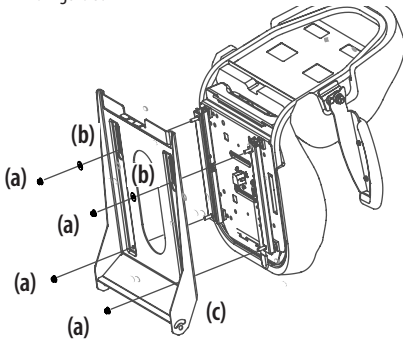

Figura 5
- b. Para un asiento con ajuste de palanca, use las tuercas de seguridad con brida (a) y las arandelas planas (b). Consulte la Figura 5.